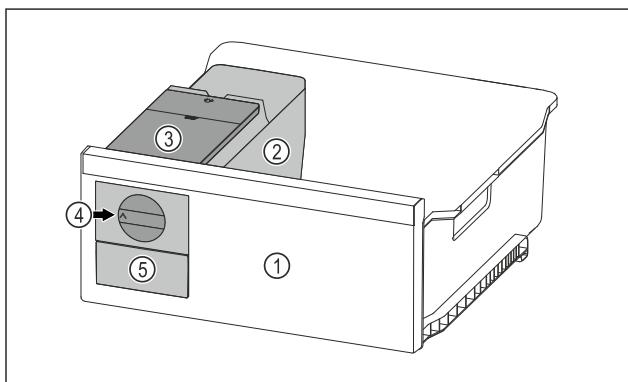

Fig. 70 例图
- ▶ 将旋钮 Fig. 70 (4) 顺时针转动到底。
- ▷ 冰块从方块冰盘落入冰块抽屉 Fig. 70 (5) 中。